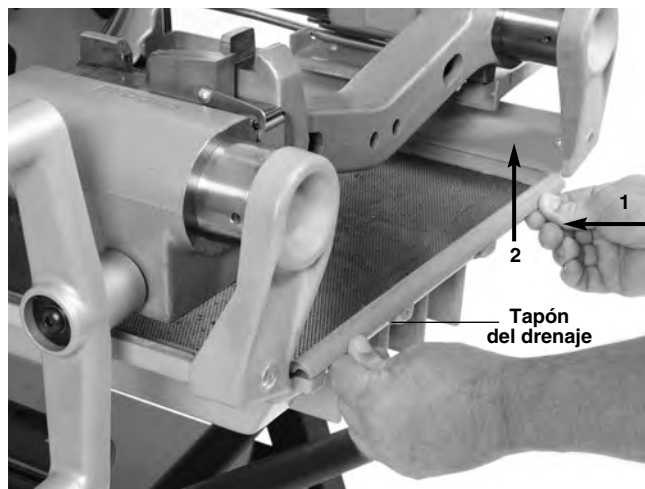

Figura 29 – Extracción del conjunto de bandeja
Para quitar el conjunto de bandeja, empujelo hacia el mandril delantero (1) y levántelo (2) (vea la *Figura 29*).